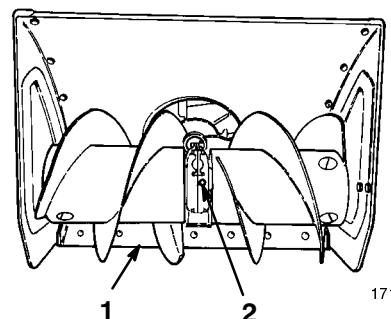

Figure 16
2. Placez la déneigeuse sur une surface plane et horizontale et vérifiez si la lame racleuse (Fig. 16) est bien parallèle au sol. Si ce n'est pas le cas, ajustez la position de la lame racleuse (voir *Réglage des patins et de la lame racleuse*, page 24).
3. Retirez l'obturateur de tuyau de la boîte d'engrenages (Fig. 16).